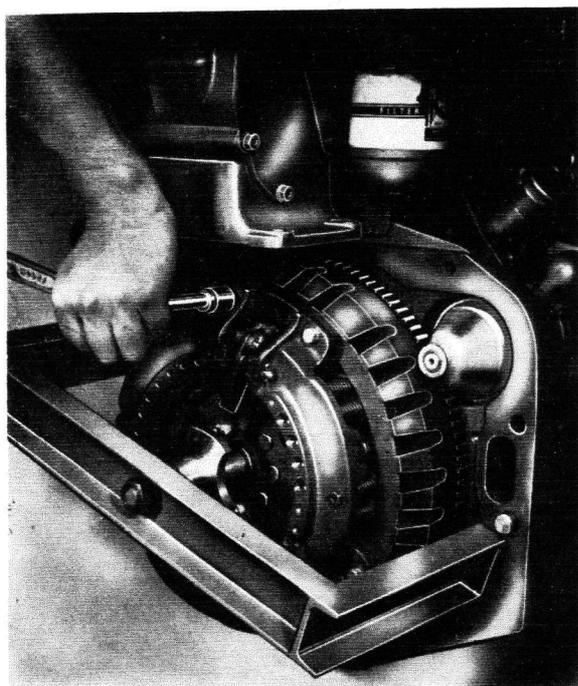

Fig. 10
- 3° Soulever l'ensemble ainsi monté et présenter l'embrayage dans son logement de volant tout en positionnant le pont MINA-2, comme indiqué sur la figure 10.
- 6° Placer les six vis d'assemblage de l'embrayage et les serrer (fig. 10).